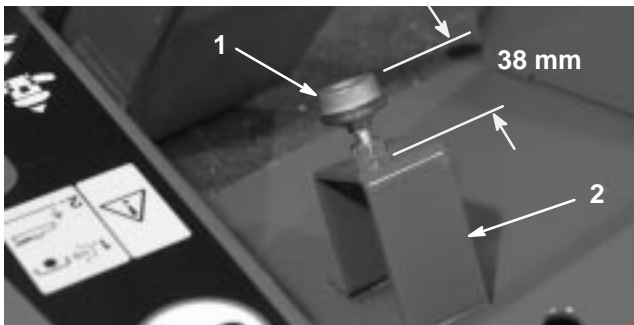

Figure 65
2. Contrôlez le réglage de la butée de la pédale de déplacement. Il doit exister un écart de 38 mm entre le haut du support et la haut de la butée (Fig. 65). Desserrez les écrous et réglez la distance selon les besoins.